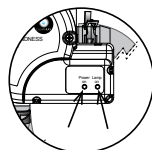

Figure 7
19. Une fois le disjoncteur remis sous tension, vérifier le ballast (12) (Figure 7) pour vous assurer que le système CLEARRAY fonctionne bien. Le témoin lumineux rouge indique que le système CLEARRAY est activé et devrait toujours être illuminé. Le témoin lumineux vert indique que l'ampoule UV est activée.